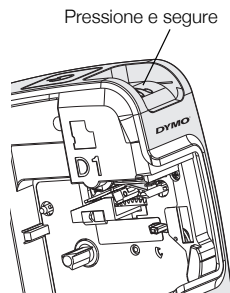

Figura 8
- 3 Pressione o botão do cortador. Consulte a Figura 8.